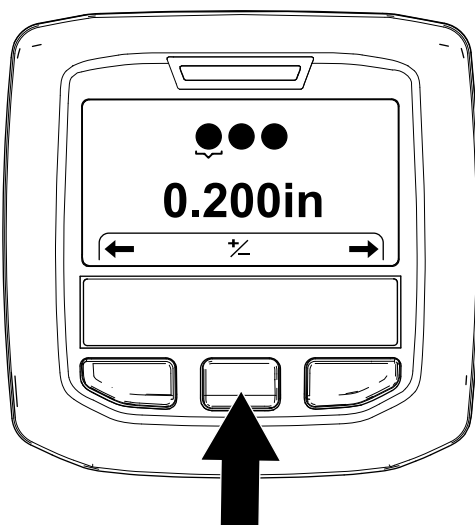

Figura 58
3. Apăsai butonul InfoCenter din dreapta până când se afiează ecranul Setting the Tine Diameter (Setare diametru dinte) (Figura 58).